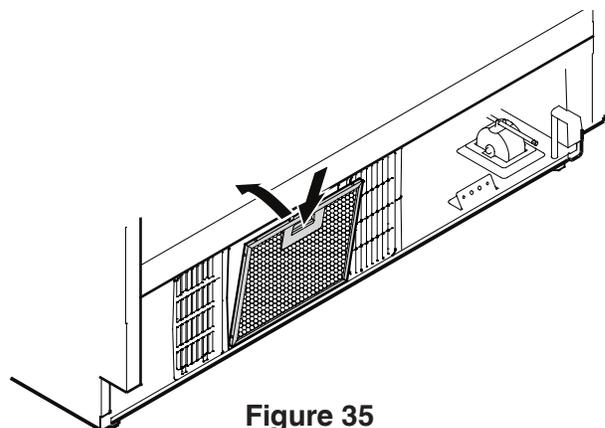

Figure 35
## Montage de la grille de ventilation - Figure 35, 36
2. Ôter le film protecteur bleu du filtre à poussière fourni et insérer le filtre dans son emplacement dans le coup-de-pied comme à la **Figure 35**. Apposer le filtre sur le bas, appuyer sur le bouton et encliquer le filtre.